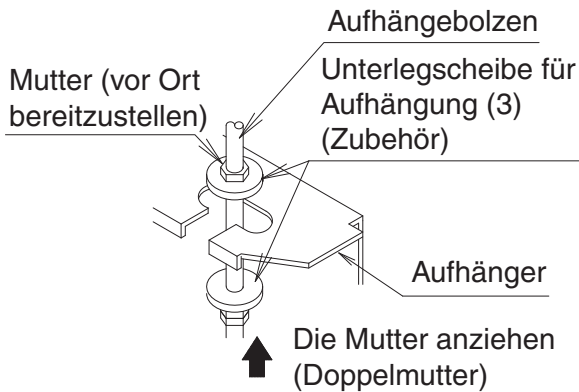

Abb. 2
(1) Installieren Sie das Innengerät provisorisch.
Achten Sie darauf, die Aufhängung sicher mit der Mutter und der Unterlegscheibe für die Aufhängung (3) von oben und unten zu befestigen. **(Siehe Abb. 2)**